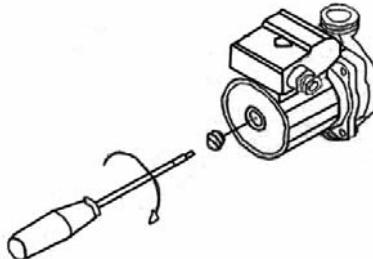

Рис. 10. Проверка циркуляционного насоса
- ✓ не блокирован ли насос. Для этого при помощи отвертки открутите заглушку насоса и проверните его вал несколько раз туда и обратно (см. Рис. 10), при этом котел необходимо отключить от электросети (вынуть вилку из розетки). Затем плотно закрутите заглушку. При выполнении данной операции возможны небольшие протечки воды из насоса, после установки заглушки необходимо убрать остатки воды с компонентов котла (протереть);